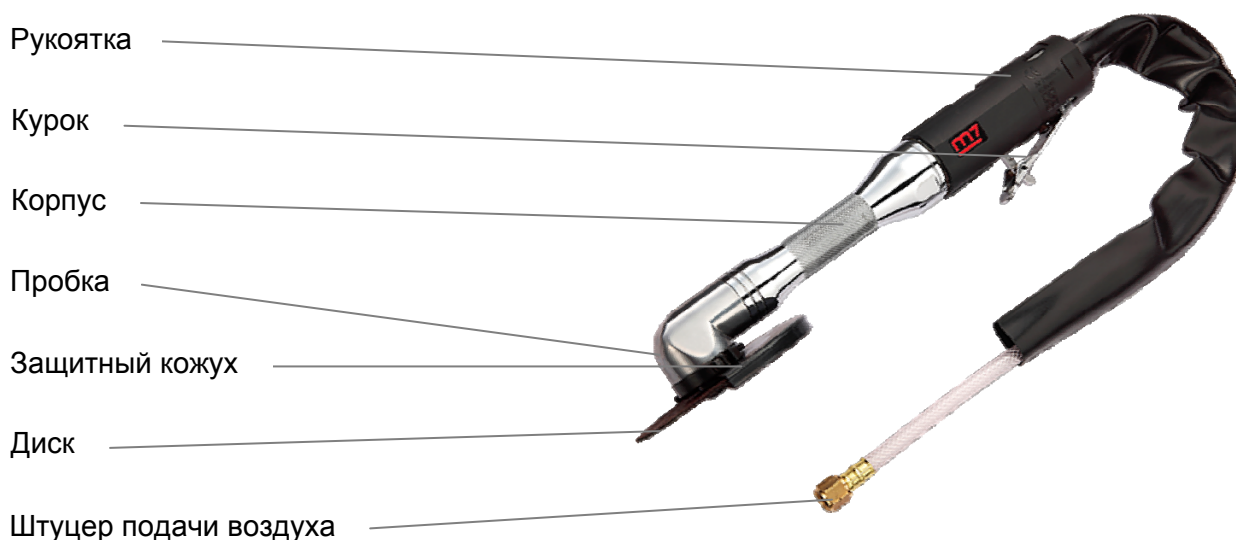

Рис. 1
- Управление пневматической отрезной мини машиной осуществляется с использованием курка (Рис. 1), который находится под указательным пальцем.